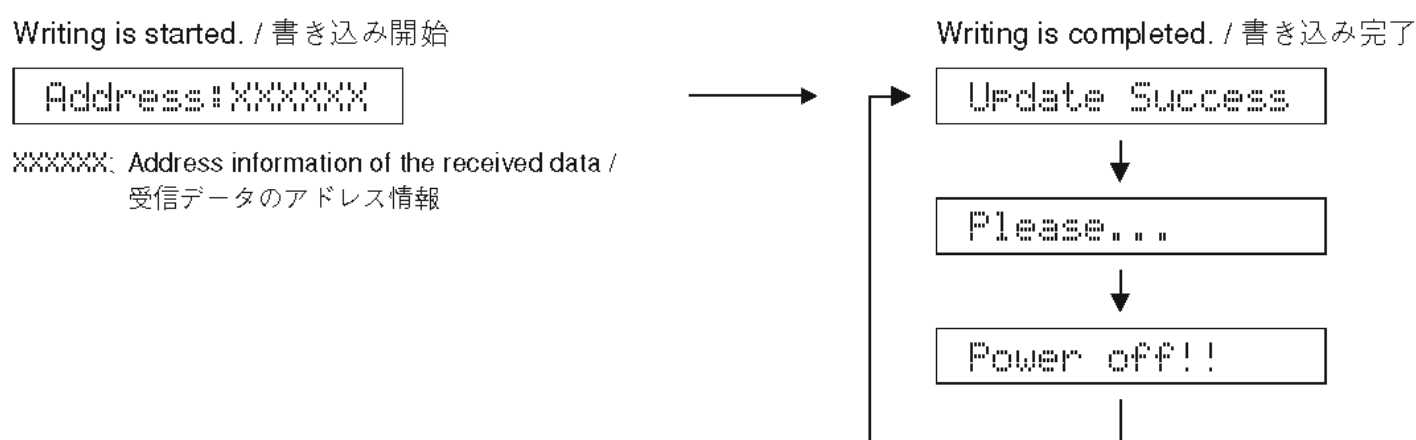

Fig. 3
7. Press the "PLAY" key of the DVD/CD player. Then writing of the firmware is started. (Fig. 3)
8. When writing of the firmware is completed, "Update Success", "Please..." and "Power off!!" are displayed repeatedly. (Fig. 3)
7. DVD/CDプレーヤーの"PLAY"キーを押します。ファームウェアの書き込みが開始されます。(Fig. 3)
8. ファームウェアの書き込み完了後、"Update Success"、"Please..."、"Power off!!"が繰り返し表示されます。(Fig. 3)